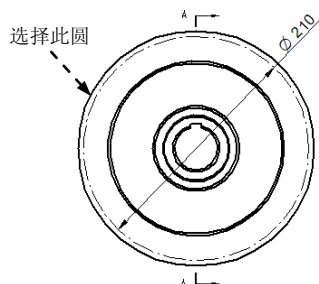
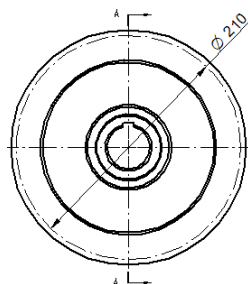

图 10.1.8 定义参照边线
图 10.1.9 标注中心标记
- (1) 单击 **主页** 选项卡 **注释** 区域中的  命令，系统弹出“中心标记”命令条。
- (2) 在“方位”下拉列表中选择 **水平/垂直** 选项，确认  按钮处于按下状态，然后选择图 10.1.8 所示的圆，结果如图 10.1.9 所示。